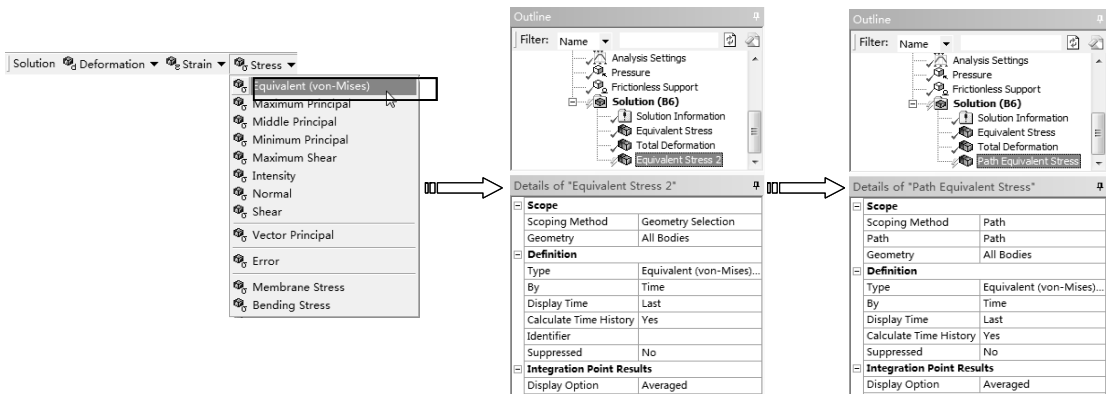

图 5-6 映射应力到路径
- ◇ 映射路径。单击【Solution】工具栏上的【Stress】|【Equivalent (von-Mises)】命令，此时在分析树中插入【Equivalent Stress】项，修改名称为【Path Equivalent Stress】，在详细设置窗口中选择【Scoping Method】为 Path，选择【Path】为 Path，如图 5-6 所示。